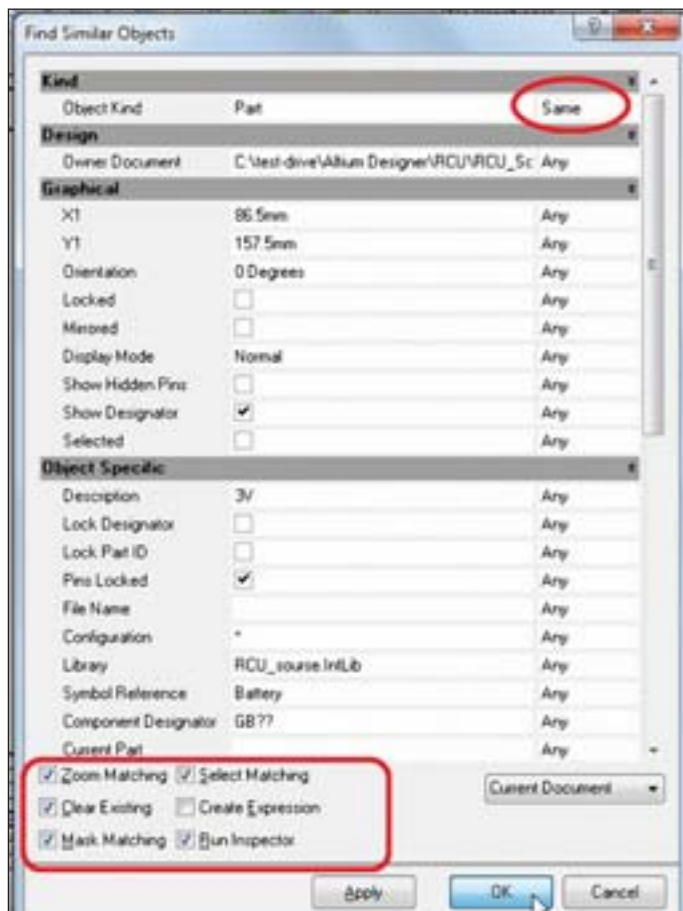

Рис. 59. Вкладка *Find Similar Objects*
3. В появившемся окне убедитесь, что в поле *Object Kind* установлен оператор *Same*, а внизу окна включены все опции, кроме *Create Expression* (рис. 59).